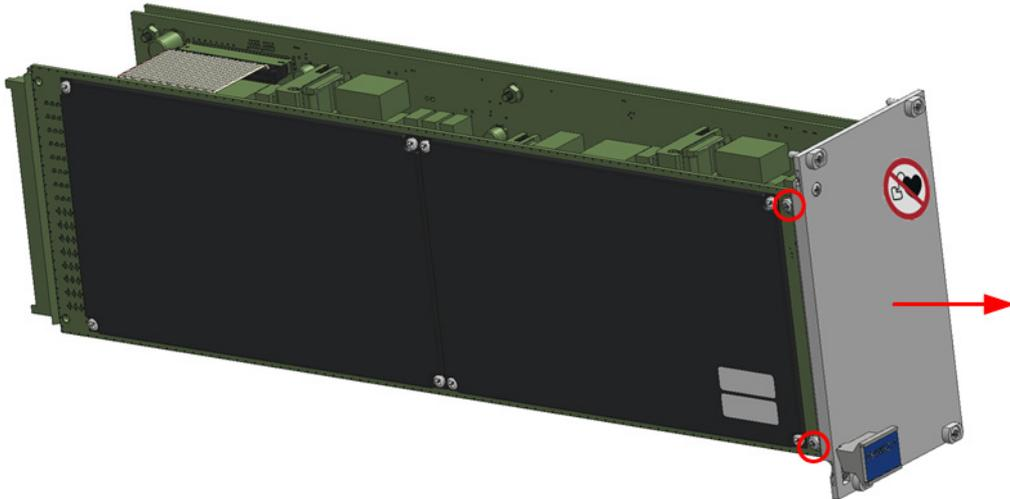

Abb. 2-4 Lösen der Schrauben und Entfernen der ES4452.1 Frontplatte
2. Lösen Sie die beiden Schrauben (Philips Kreuzschlitz PH1, rot markiert in Abb. 2-4), mit denen die ES4452.1 Frontplatte befestigt ist.
3. Nehmen Sie die Frontplatte in Pfeilrichtung ab (Abb. 2-4 auf Seite 26).